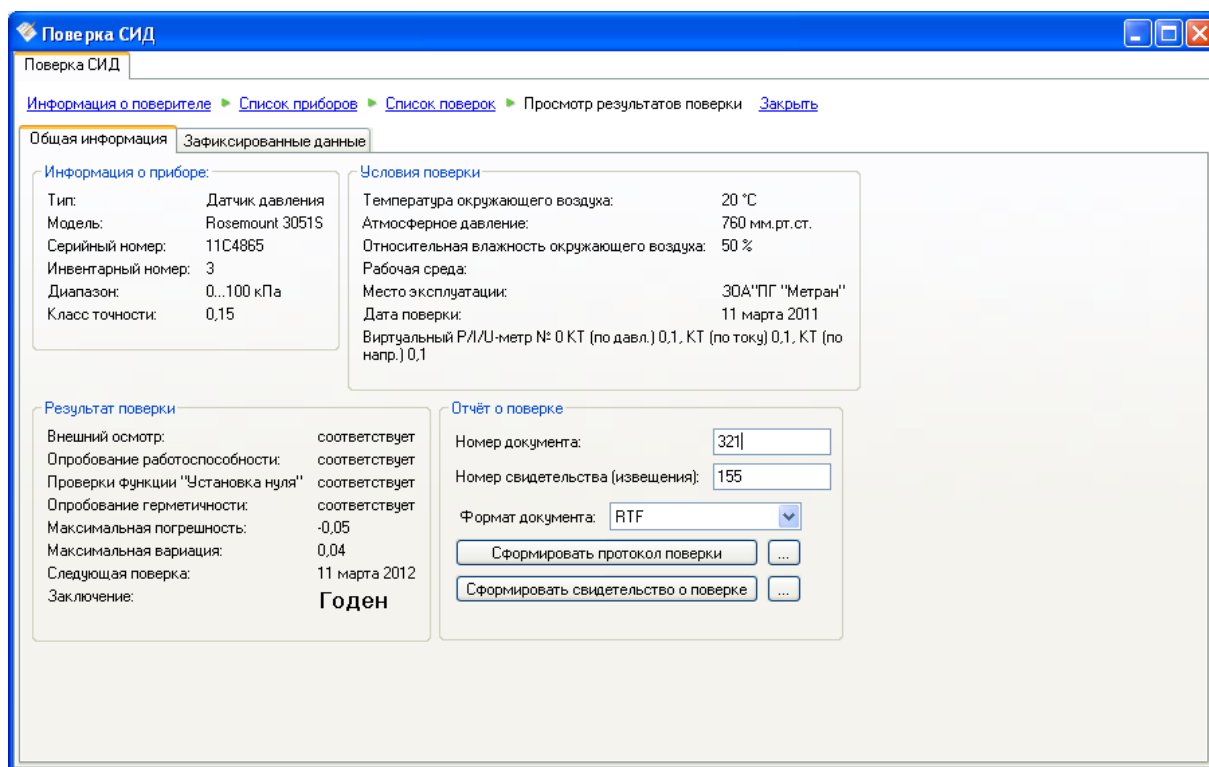

Рисунок 4.25 – Просмотр ранее выполненной поверки прибора
- в открывшемся окне программы (см. Рисунок 4.25) в группе «Отчет о поверке» выбрать формат документа (DOCX, RTF, XML, HTML), ввести номер документа (протокола) и свидетельства (извещения о непригодности);